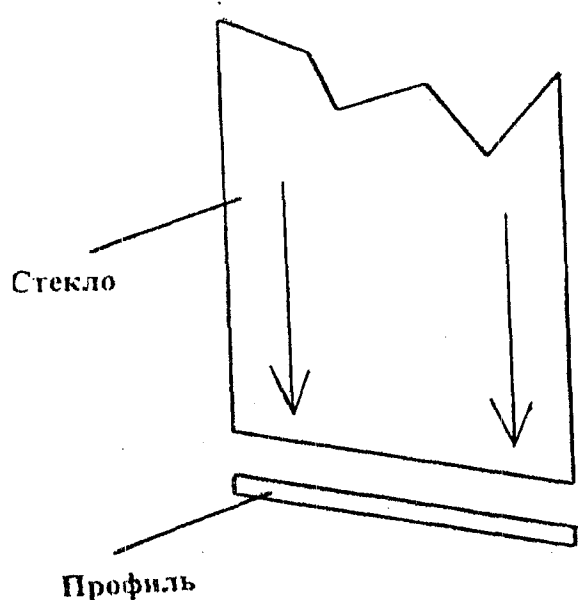
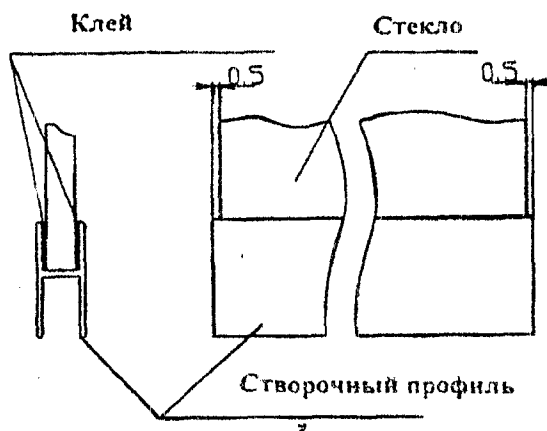

Рис.1.2
Рис.1.3
1.1. Для стекла толщиной 6 мм используется стекольный профиль art.4856.хх.600.6. Для стекла толщиной 8мм – art.4856.хх.600. При склейке стекла и створочного профиля нужно иметь в виду, что длина профиля должна быть на 1 мм больше ширины стекла (см. Рис.1.3). **Перед нанесением клея Sika flex 252 в паз створочного профиля необходимо обработать поверхность стекла в месте склейки и паз профиля специальным средством Sika активатор №21005 (для окрашенного профиля). Время выдержки до нанесения клея – 10 минут.**
1.3. Стекло вставляется вертикально в створочный профиль и под своим весом выдавливает клей до момента ликвидации зазора между стеклом и центральной поперечиной створочного профиля (см. Рис.1.2, Рис.1.3). Если веса стекла для этого будет недостаточно, то необходимо приложить дополнительную нагрузку.
1.4. Контролируется, чтобы профиль был приклеен без перекосов относительно торцов стекла, с равномерными зазорами приблизительно 0,5 мм по торцам профиля, отсутствие зазора между стеклом и центральной поперечиной (см. Рис.1.3). Такое положение фиксируется 2-3 мин.